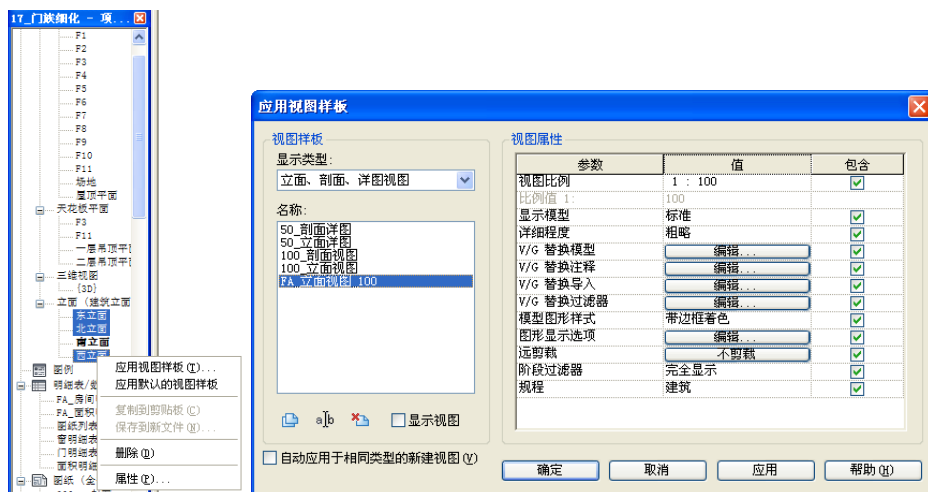

图 5-70
- 7) 在项目浏览器中，同时选择北立面及东西立面，使用鼠标右键单击任一选中项，选择“应用视图样板”，在弹出的“应用视图样板”对话框中选择“FA\_立面视图\_100”，点击“确定”，完成视图样板的应用（如图 5-70 所示）。